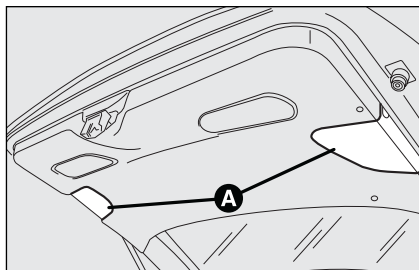
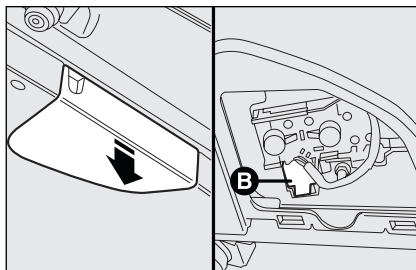

fig. 33
fig. 34
- ☐ empuje hacia abajo la tapa **A**-fig. 33 y desenchufe el conector eléctrico **B**-fig. 34;